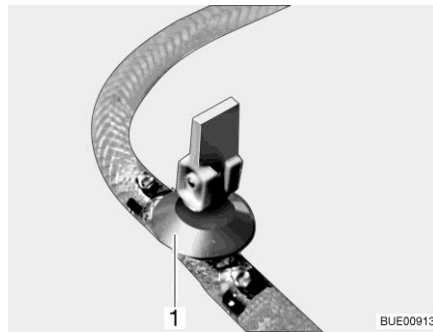
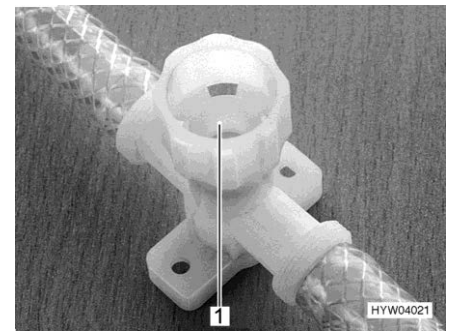

Fig. 277 Rubinetto di scarico (con leva a bilanciere)
Fig. 278 Rubinetto di scarico (con tappo a vite)
- Aprire tutti i rubinetti di scarico. Mettere la leva a bilanciere del rubinetto di scarico (Fig. 277,1) in posizione verticale o chiudere il coperchio del rubinetto di scarico (Fig. 278,1) in senso antiorario.